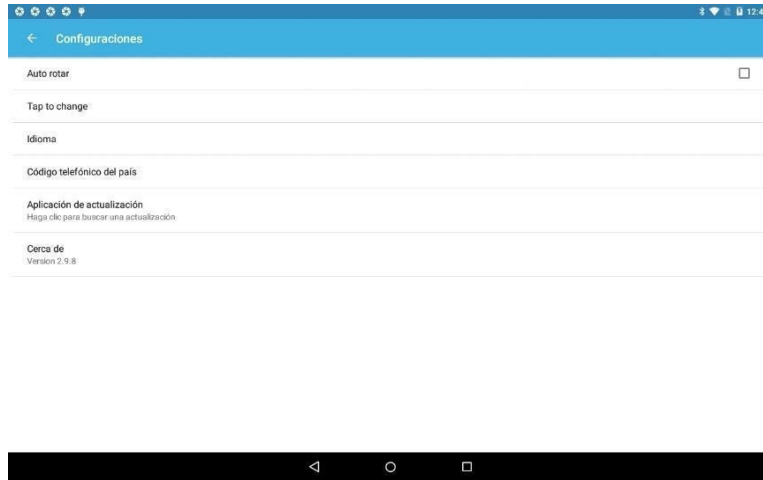

Figura 2.4
3. Asegúrese de que su versión de software IDIS2GO sea al menos 2.3.5 (revise la Figura 2.4). De lo contrario, debe desinstalar la versión actual del software IDIS2GO y luego instalar la versión del software IDIS2GO al menos 2.3.5.